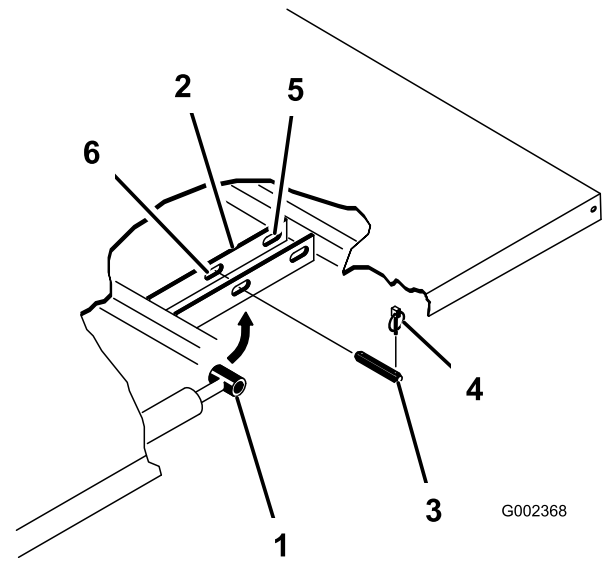

Figure 11
- Retirez les goupilles à anneau aux extrémités extérieures des axes des tiges de vérins (Figure 11).